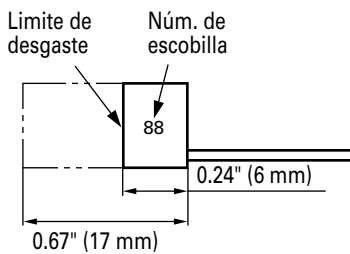

Fig. 7
3. Inspeccionar los carbones de contacto (Fig. 7)
● Utilice las escobillas HITACHI Núm. 88 indicadas en la Fig. 7.